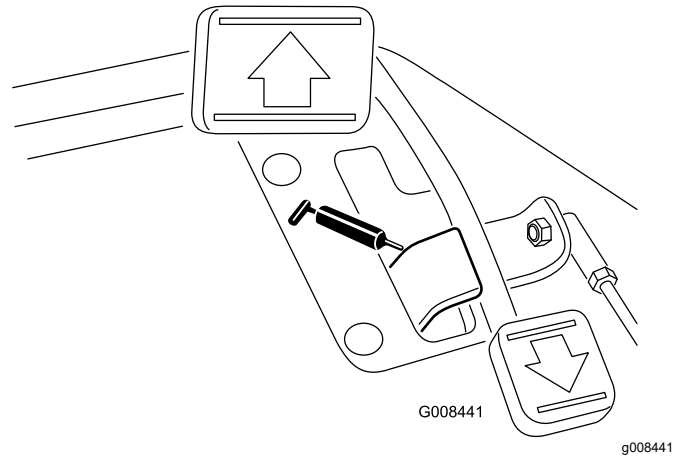

Bild 28
- Fahrpedal-Drehlager (1) (Bild 28)